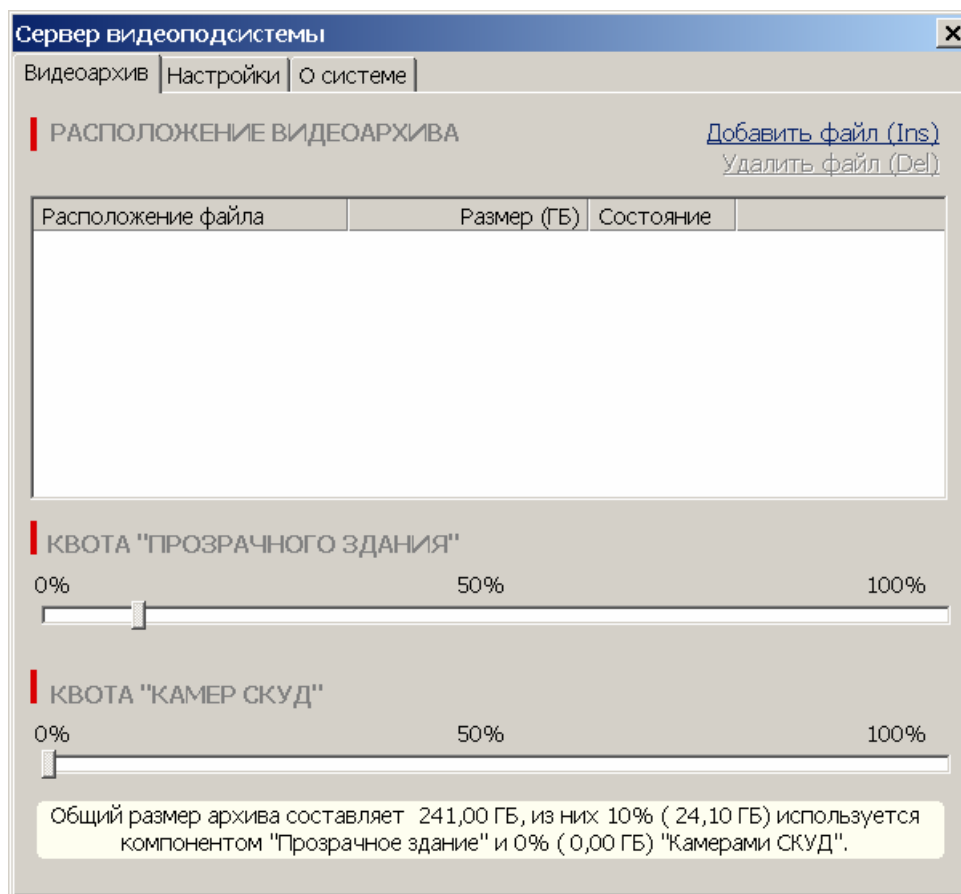

Рис. 5 Управление видеосервером
– для управления видеосервером системы PERCo-S-20 (Рис. 5).